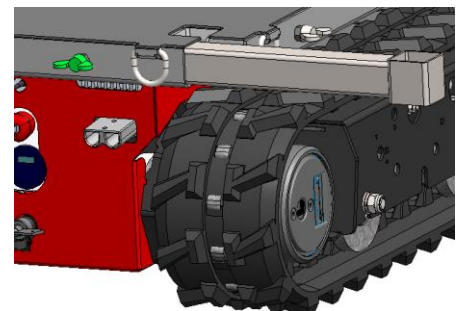

Figure 14
- Desserrez la vis-papillon (en vert dans la Figure 14) du ranger à déployer (pas entièrement).